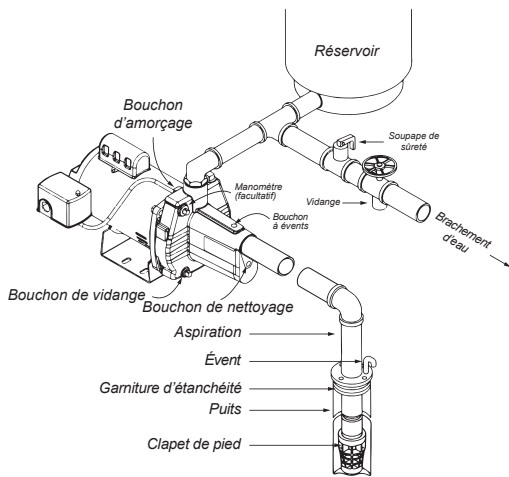

Fig.2a PUIITS PEU PROFOND (AVEC CLAPET DE PIED)
- Branchement d'eau: Il faudrait raccorder le branchement d'eau comme l'indiquent les fig. 2a, b, c ou d. Le diamètre de la conduite de branchement d'eau est en rapport direct avec le volume d'eau requis et la longueur de la conduite elle-même. Le diamètre de la conduite choisie devrait être assez grand pour que la hauteur de la perte de charge (établie à l'aide du tableau 2, Diagramme de perte de charge) ne dépasse jamais plus de 20 pi. (6 m).